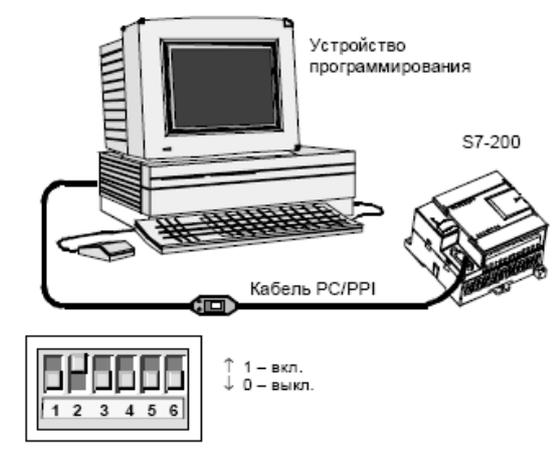

Рис. 2-2. Присоединение кабеля PC/PPI
На рис. 2.2 показан кабель PC/PP, соединяющий S7.200 с устройством программирования. Для подключения кабеля PC/PPI:
3. Обратите внимание, чтобы DIP-переключатели на кабеле PC/PPI были установлены, как показано на рис. 2.2